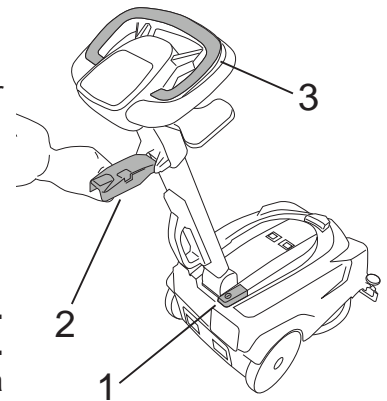

Fig.16
- Tryck på huvudströmbrytaren (bild 16-ref.1).
- Sänk gummiskrapan med hjälp av spaken (bild 16-ref.2).
- Aktivera borstens styrspak (bild 16-ref.3).
- Lyft gummiskrapan med hjälp av spaken (bild 16-ref.2).